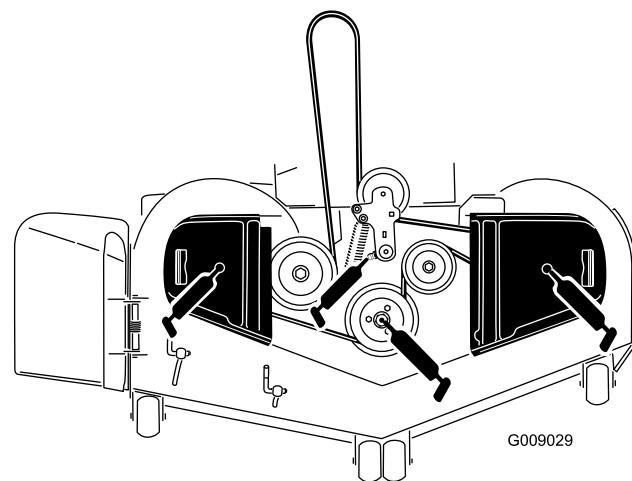

Bild 44
3. Fetten Sie das Drehgelenk der Mähwerkspansscheibe ein, bis Schmiermittel unten austritt (Bild 44).
4. Fetten Sie die Schmiernippel oben an den drei Spindellagern ein, bis das Schmiermittel austritt (Bild 44).
5. Schmieren Sie den Spannarm des Treibriemens (Bild 44).